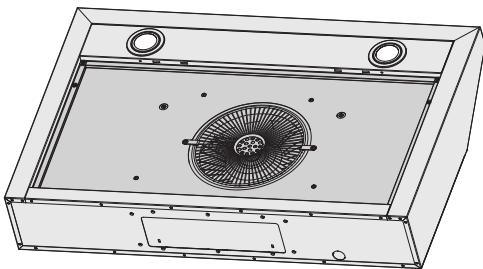

Figure 1
- Enlevez les deux/trois filtres et le panneau facile à nettoyer pour permettre l'accès à l'intérieur de l'unité (voir Figure 1 à 3).